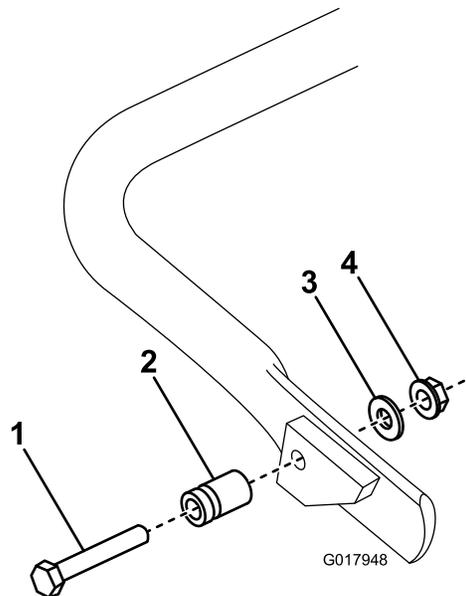

図 5
1. **グリーンズマスター 1600** では、キックスタンドの右側に（図 5）、スプリングスタッドを接続する；付属部品の中にあるボルト、ワッシャ、フランジヘッドナットを使用する。